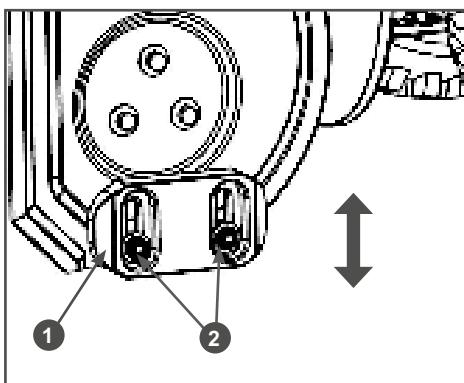

Рис. 13
2. Открутите гайки 2 крепления положка 1 на 1-2 оборота и установите башмак на необходимую высоту (Рис. 13). Снова затяните гайки.